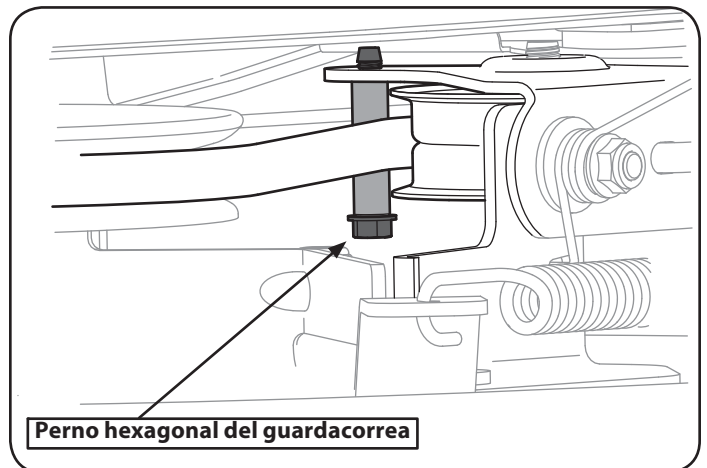

Figura 36
- Extraiga el espaciador del guardacorrea extrayendo los pernos hexagonales que la sujetan. Vea la Figura 36.